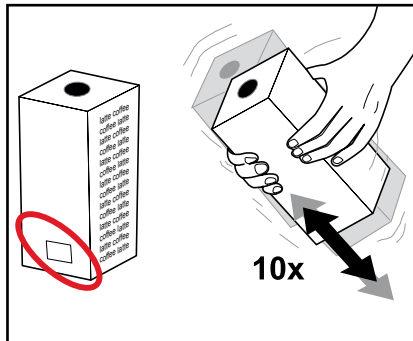

Bild 2
- Observera det bäst-före-datum som står tryckt på förpackningen (bild 2).
2. Skaka produktförpackningen minst 10 gånger innan den sätts in i apparaten (bild 2).